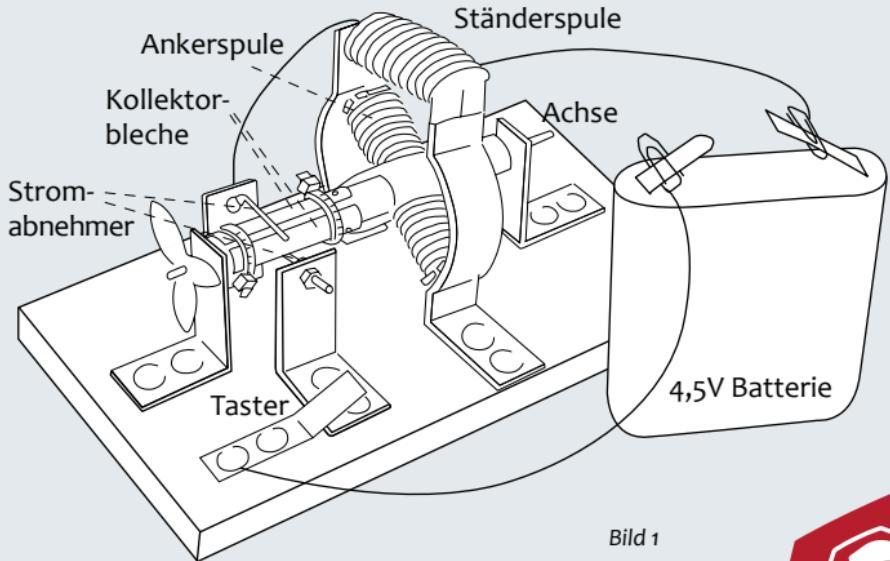

Bild 1
5) Die Achse mit der Ankerspule wird mit zwei Lagerböcken und je einem Reißnagel auf dem Holzbrettchen befestigt, so dass sich die Achse möglichst leicht dreht (Bild 1). Die endgültige Fixierung erfolgt dann in Anleitungsschritt 9.
7) Die beiden Kanten des Ständerblechs werden mit Kreppband beklebt (Bild 5) und mit dem restlichen Draht der Pappspule gleichmäßig umwickelt (Bild 1). Achtung: An beiden Enden der Wicklung den Draht je ca. 20 cm lang lassen. Beide Drahtenden gut abschleifen!
8) Das Ständerblech wird über dem Anker mit vier Reißnägeln auf das Holzbrettchen so montiert, dass es den Anker beim Drehen nicht streift (Bild 1). Hierzu muss das Ständerblech eventuell leicht verbogen werden.
10) Das Tasterblech wird mit zwei Reißnägeln so befestigt, dass es beim Niederdrücken Kontakt mit einem Reißnagel am Stromabnehmer-Lagerbock bekommt (Bild 1). Hierzu muss das Tasterblech am freien Ende etwas hochgebogen werden.